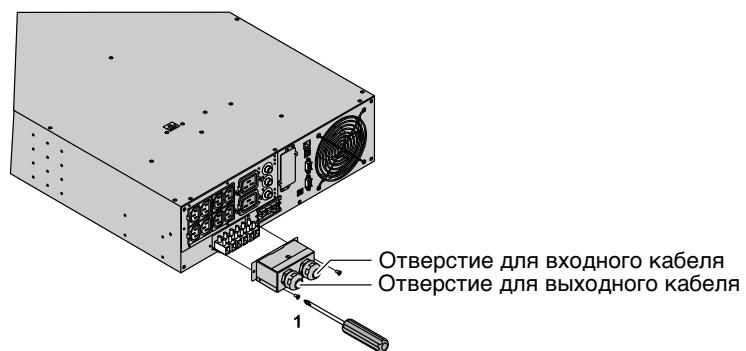

Рисунок 21. Извлечение клеммной коробки (модели EU)
- Перед выполнением каких-либо соединений, убедитесь в том, что батарейные выключатели и вышеизложенное защитное устройство (вход питания от сети) находятся в состоянии OFF (ВЫКЛ.) (O).
1. Снимите крышку клеммной коробки (два винта) с помощью отвертки (см. Рисунок 21).
- Перед выполнением каких-либо соединений, убедитесь в том, что батарейные выключатели и вышеуказанное защитное устройство (вход питания от сети) находятся в состоянии OFF (ВЫКЛ.) (O).